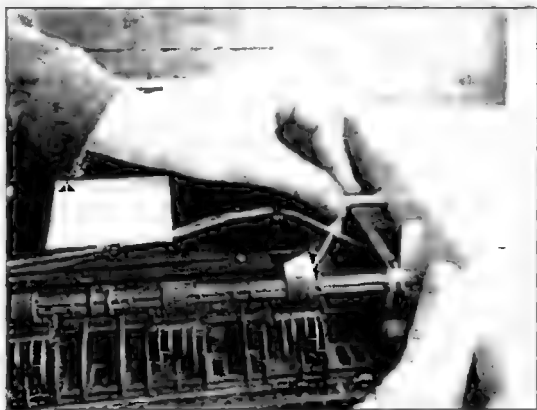

Рис. 8.9
- Отжимают защелку и снимают боковую стенку движением влево-вверх (рис. 8.9), вынув ее из зацепов в нижней части основания.